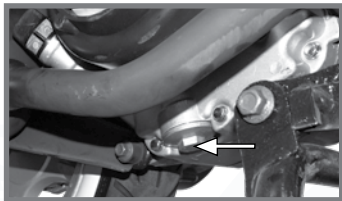

Imagen 3. Tapón de drenado.
5. Quitar el tapón de drenado, ubicado debajo del motor, girándolo en el sentido contrario a las manecillas del reloj. Ver imagen 3.